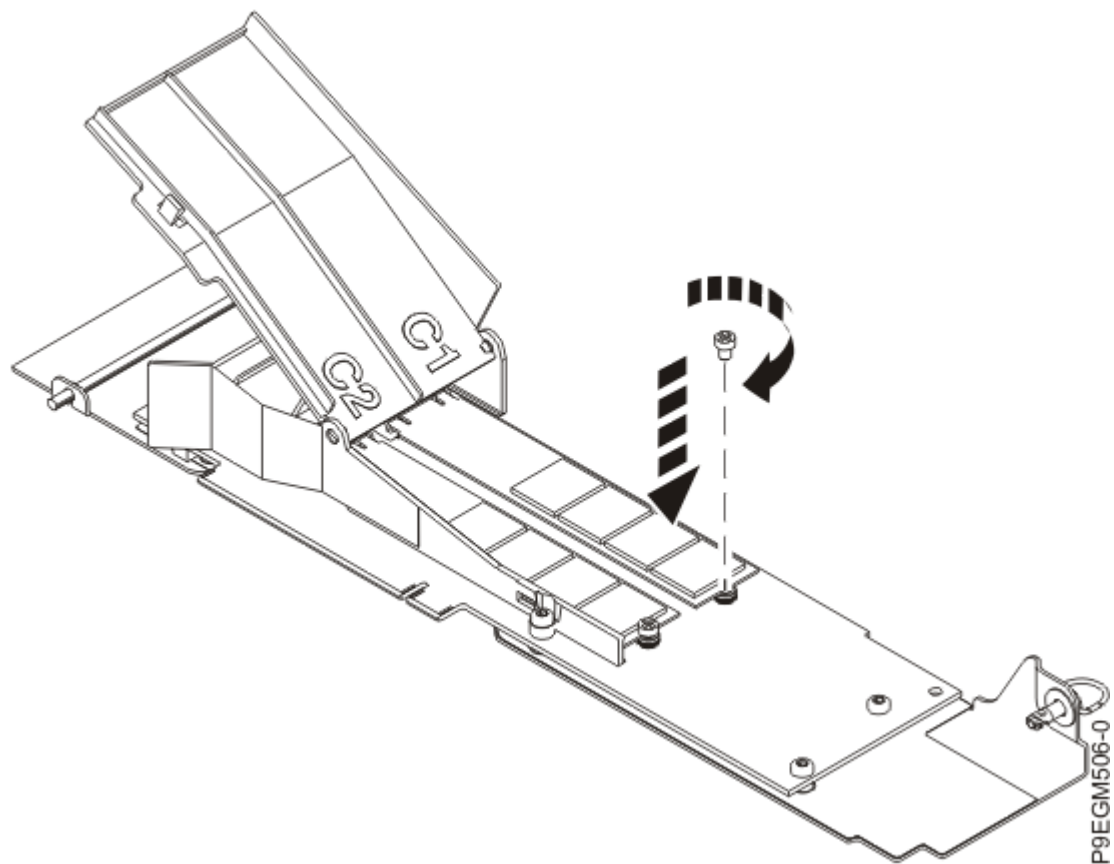

Figura 9. Fijación del módulo flash NVMe M.2 a la tarjeta portadora
4. Mediante un destornillador de estrella, fije el módulo flash en la tarjeta portadora NVMe M.2. Consulte la Figura 9 en la página 12.